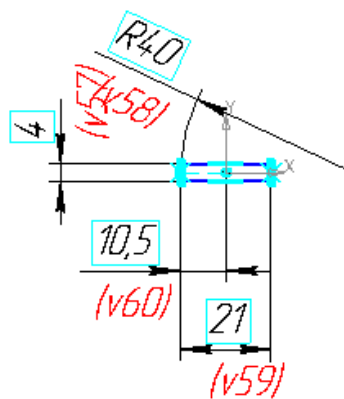

Рис. 11.9. Эскиз2
8. Выберите Плоскость 4, войдите в режим создания эскиза, постройте **эскиз 7** согласно рис. 11.9.